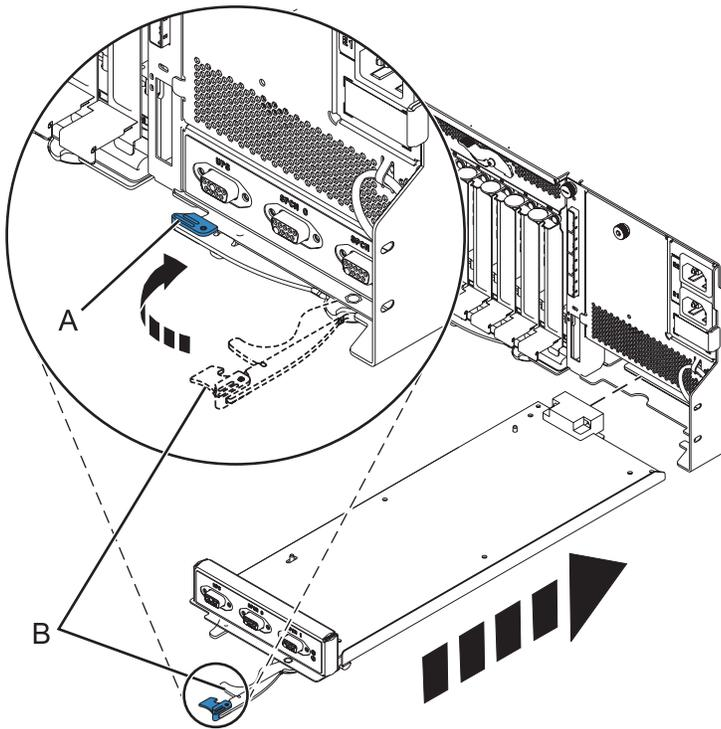

Figura 81. Sustituir el controlador de gestión de alojamiento
7. Deslice suavemente el controlador de gestión de alojamientos en el sistema y cierre el pestillo (A) como se muestra en Figura 81.